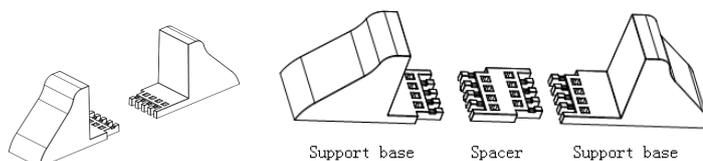

Рис. 3-1. Сборка опорных оснований
1. Соберите проставку и опорные основания, как показано на Рис.3-1.